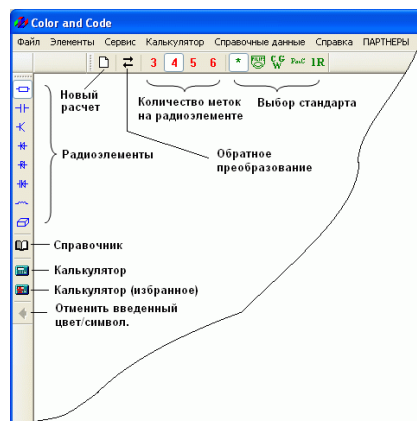
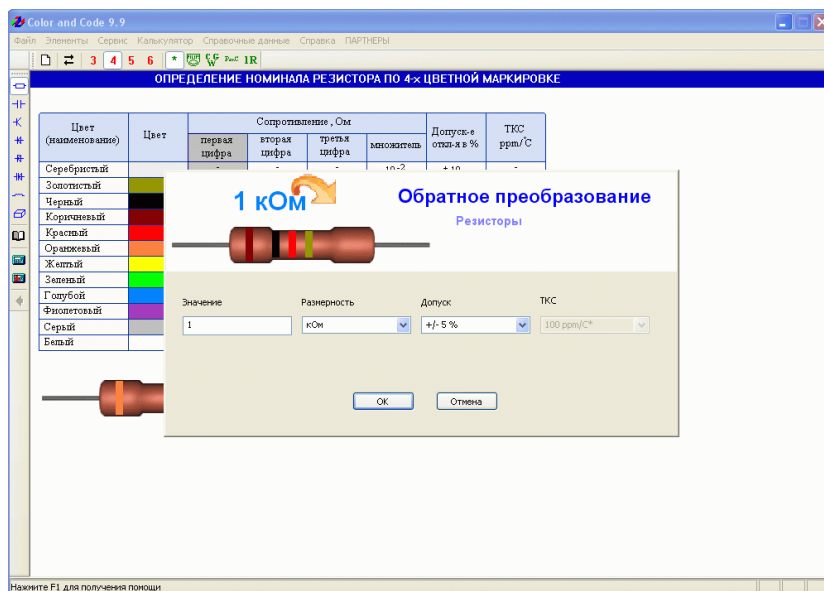

Рис. 1. Стандартный набор инструментов в режиме определения радиоэлементов
Рис. 4. Функция “Обратное преобразование”
Одним из первых приоритетных направлений при создании программного комплекса ставилась задача реализации автоматизации процессов определения радиоэлементов. Причем ставилась цель автоматизации определения не только какого-либо одного типа радиоэлемента, а комплексной реализации определения радиоэлементов в рамках одного приложения – как отечественных, так и зарубежных производителей с predetermined выбором количества меток. В таком режиме программный комплекс отображает ряд стандартных групп управления (рис. 1).
В режиме определения радиоэлементов в панели инструментов (с левой стороны) есть функция отмены последнего введенного цвета или кодовой метки (рис. 1). Функция становится доступной после выбора первого цвета или кодовой метки и соответственно производит отмену последнего выбранного пункта.
- в первую очередь выбирается необходимый тип радиоэлемента (таблица 1) из группы “Радиоэлементы” (рис. 1);
- вторым этапом идет определение отечественного стандарта или зарубежного производителя из группы “Выбор стандарта” (рис. 1);
- третий этап устанавливает количество меток на радиоэлементе из группы “Количество меток на радиоэлементе” (рис. 1).
от методики кодирования, т.е. три полоски, четыре, пять или шесть. Начало нового расчета производится нажатием кнопки “Новый расчет” (рис. 1).
В предыдущей статье отмечалось, что в процессе ремонта может возникнуть задача получения маркировки по известному номиналу. Решить указанную задачу можно, воспользовавшись модулем обратного преобразования (рис. 4), который выполняет обратную функцию модуля определения, т.е. вводится номинал радиоэлемента и выдается его маркировка. Вызов данной функции производится нажатием кнопки “Обратное преобразование” (рис. 1).